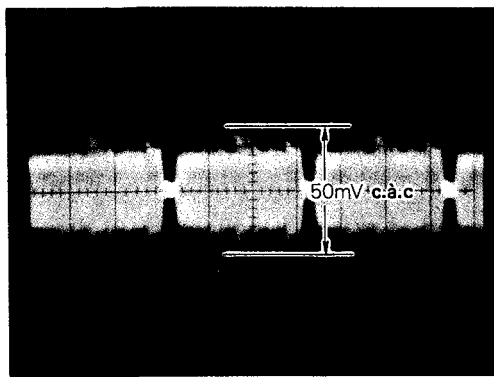

Fig. 3-12
- Régler VR6A0 pour obtenir 50 mV c.à.c Voir Fig. 3-12.